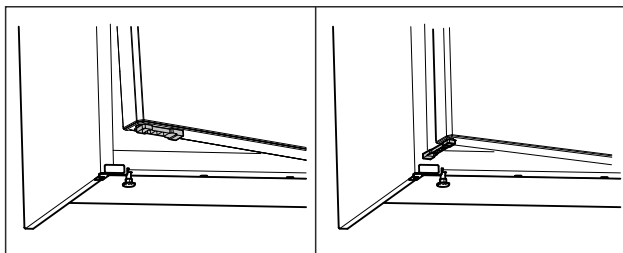

Fig. 63 \*
- ▶ Drej døråbningsbegrænseren 90°. (se Fig. 63) \*